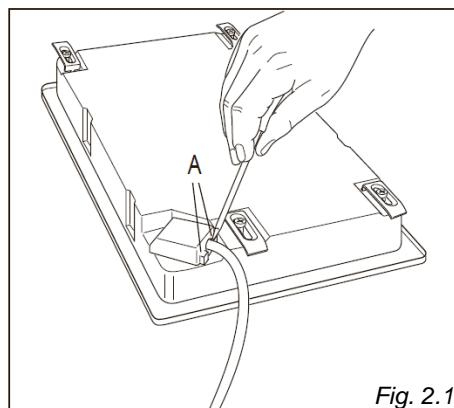

Fig. 2.1
- Întoarceți plita și desprindeți capacul plăcii cu borne, introducând o șurubelnită în cele două cârlige „A” (fig. 2.1).